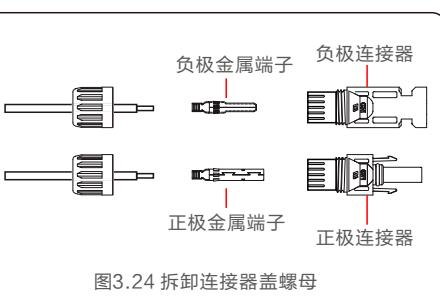

图3.24 拆卸连接器盖螺母
- 剥去直流线缆约7毫米，拆下连接器盖螺母（如图3.24所示）。